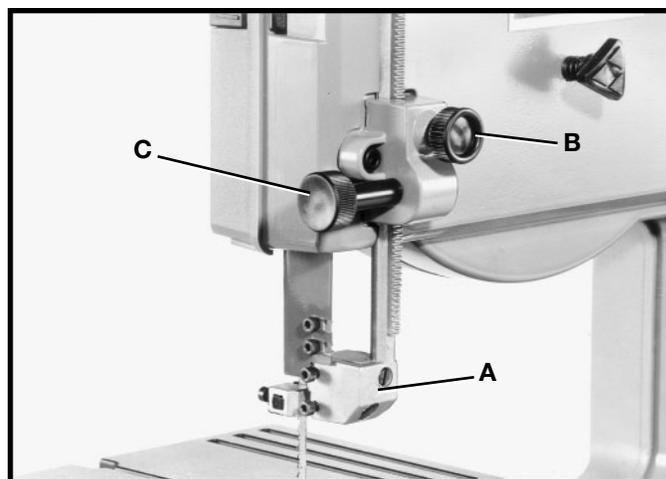

Fig. 21
L'ensemble du guide-lame supérieur (A) fig. 21, doit toujours être réglé à 1/8 po maximum au-dessus de la surface supérieure de la pièce à couper ou aussi près que possible de cette surface. Desserrez le bouton de serrage (B) fig. 21, tournez le bouton de réglage (C) et positionnez l'ensemble du guide (A) à la hauteur voulue. Ensuite, serrez le bouton de serrage (B).